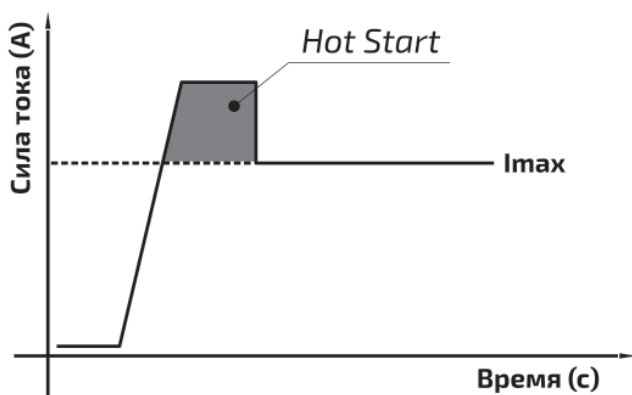

Рис. 7.4. Hot Start.
**Hot Start:** для обеспечения лучшего поджига дуги в начале сварки инвертор автоматически повышает сварочный ток. Это позволяет значительно облегчить начало сварочного процесса (см. рис. 7.4).